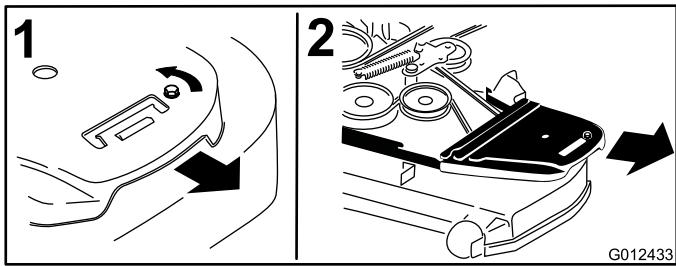

Bild 72
4. Entfernen Sie die Riemenabdeckungen und die Schrauben (Bild 72).